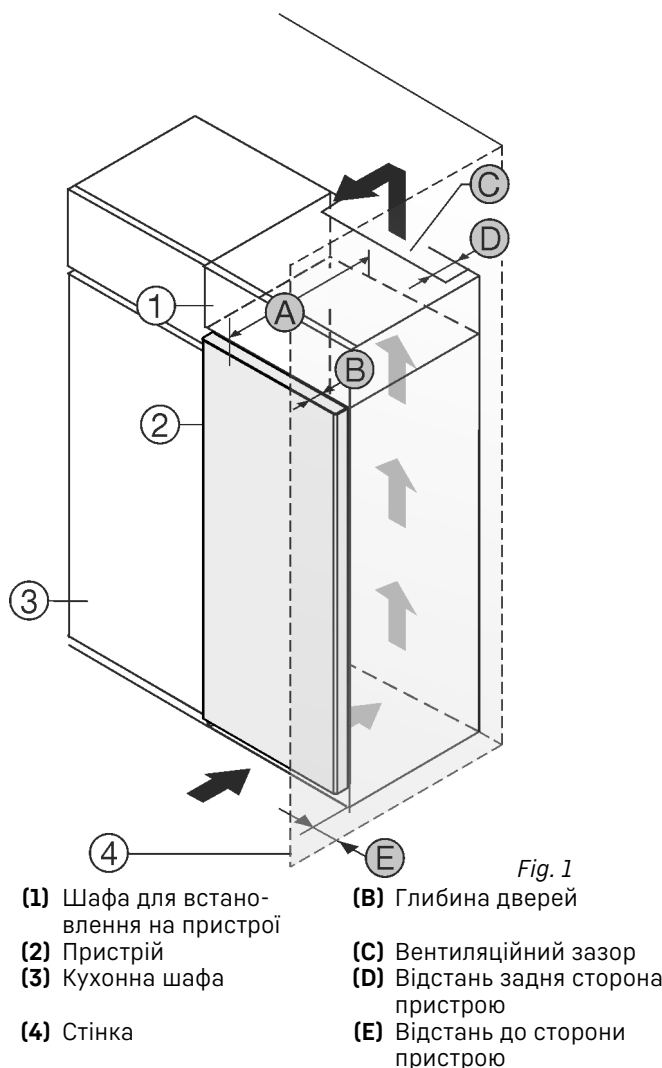

Fig. 1
Пристрій встановити безпосередньо поряд із кухонною шафою Fig. 1 (3).
Зі зворотного боку шафи для встановлення на пристрої слід передбачити вентиляційну шафу завглибшки Fig. 1 (D) на всю ширину цієї шафи.
Слід дотримуватись вентиляційного отвору Fig. 1 (C) в стелі приміщення.
Якщо пристрій із шарнірами встановлюється поряд зі стінкою Fig. 1 (4), відстань між пристроєм та стінкою повинна бути не менше 13 мм.
Якщо пристрій із шарнірами встановлюється поряд зі стінкою Fig. 1 (4), відстань між пристроєм та стінкою повинна бути не менше 20 мм.